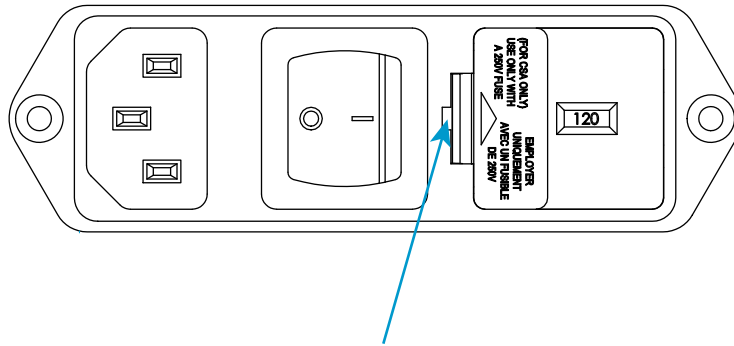

Abbildung 5. Herausdrücken des Sicherungshalters
1. Stellen Sie sicher, dass der Netzschalter in der Aus-Stellung (0) steht und ziehen Sie das Netzkabel aus der Netzsteckdose heraus. Stellen Sie sicher, dass keine LEDs an der Prüfraumen-Bedienkonsole leuchten.
2. Haken Sie mit dem flachen Schraubendreher in den in Abbildung 5 auf Seite 42 gezeigten Schlitz und drücken Sie den Sicherungshalter heraus.